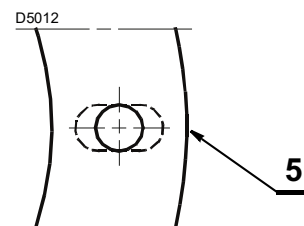

Fig. 10
- Om nødvendig må hullene i det isolerende skjoldet gjøres større 5)(Fig. 10). Pass på at du ikke ødelegger det.